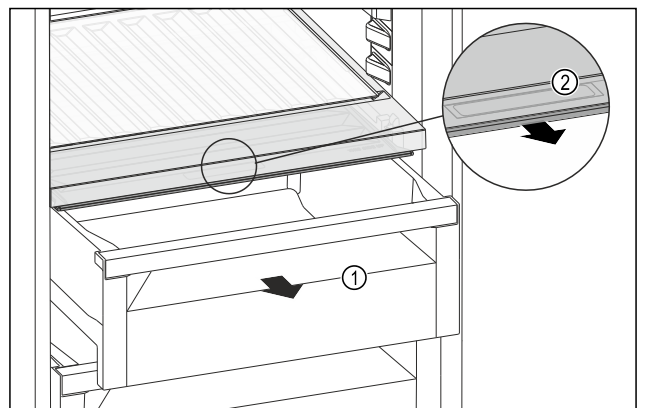

Fig. 223
- ▶ Vedä säilytyslokero *Fig. 223 (1)* ulos.
- ▶ Tartu lokeron kannessa olevaan tartuntakohtaan *Fig. 223 (2)* ja vedä lokeron kantta samanaikaisesti eteenpäin.